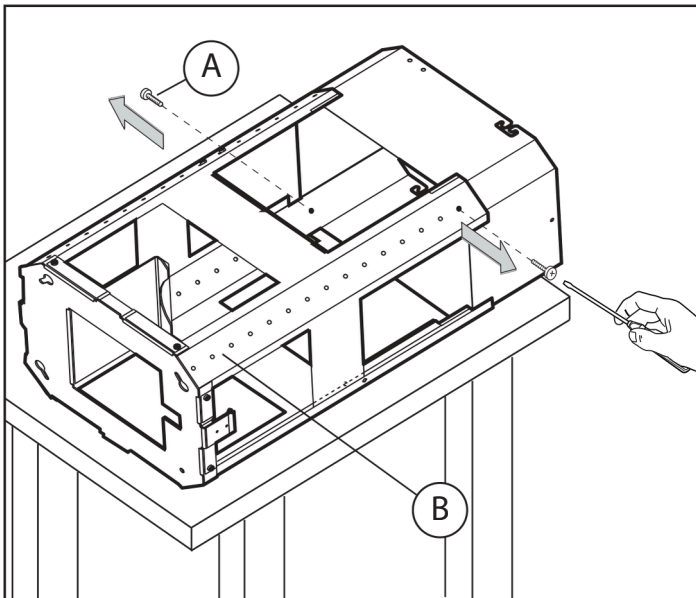

Fig.2
1. Lyft ut apparaten ur förpackningen och lossa de 2 skruvarna **A** för att skilja den övre delen från den nedre (Fig.2).